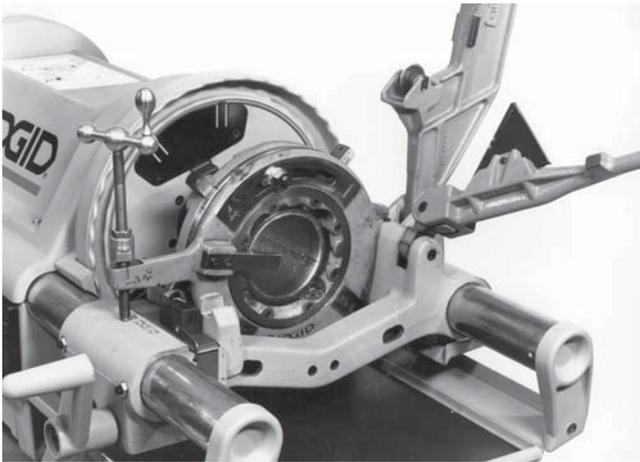

Рисунок 32 – Очистка поддона для стружки и масляного фильтра
2. Очищайте сетку масляного фильтра, чтобы во время работы поступало чистое масло. Сетка масляного фильтра находится в нижней части бака с маслом. (Рисунок 32)
1. Установите контейнер под сливной пробкой поддона для стружки. (Рисунок 32)